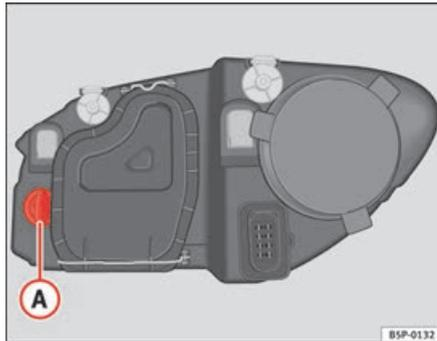

Abb. 187 Glühlampe für Blinker
- Die Fassung ⇒ Abb. 187 (A) nach links drehen und ziehen.